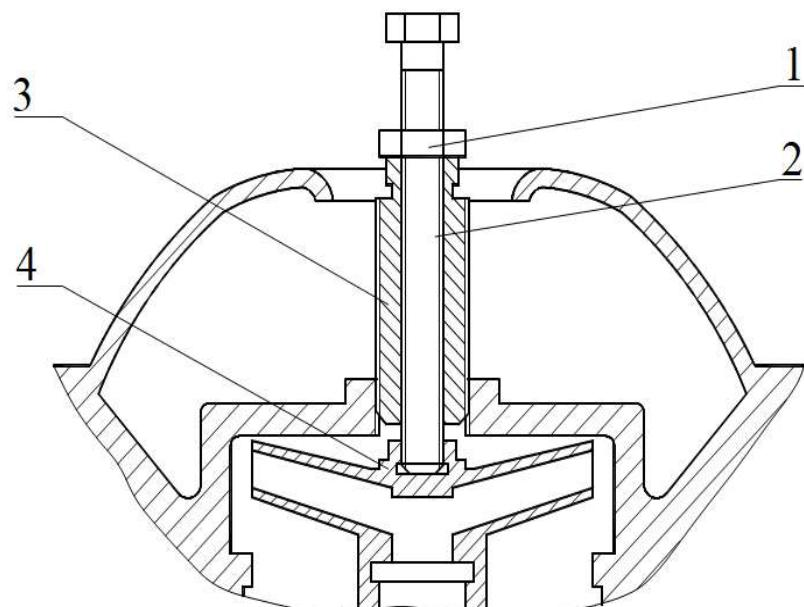

Рис. 9.1
9.2.2.3. Вместо пробки центрифуги вверните в колпак на 3-4 оборота втулку 3 съемника, входящего в комплект поставки (рис.9.1).